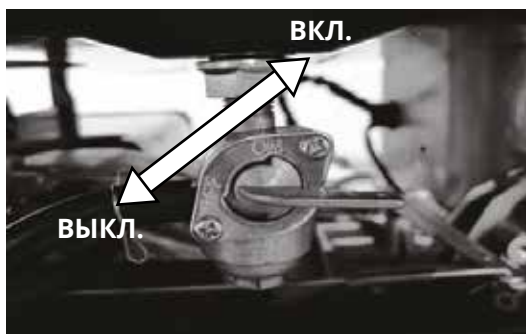

Рис. 3.1
1. Поверните рычаг топливного крана в положение «ВКЛ» (**рис. 3.1**).
3. Поверните рычаг топливного крана в положение «ВЫКЛ» (рис. 3.1).